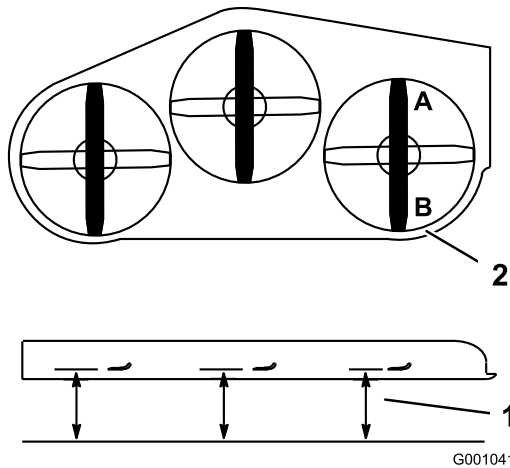

Figure 85
1. Tournez la lame droite dans le sens longitudinal (Figure 85).
2. Mesurez la distance au point **A** entre la surface plane et le tranchant de la pointe de la lame droite (Figure 85).
4. Mesurez la distance au point **B** entre la surface plane et le tranchant de la pointe de la lame droite (Figure 85).
6. La lame doit être plus basse de 6 à 10 mm au point **A** qu'au point **B** (Figure 85). Si ce n'est pas le cas, passez aux opérations suivantes.